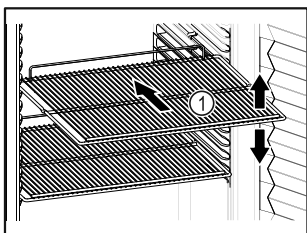

Fig. 59 Ilustrační zobrazení
- Pokud jsou odstavné rošty Fig. 59 (1) přemístitelné, přizpůsobte je vždy na danou výšku.